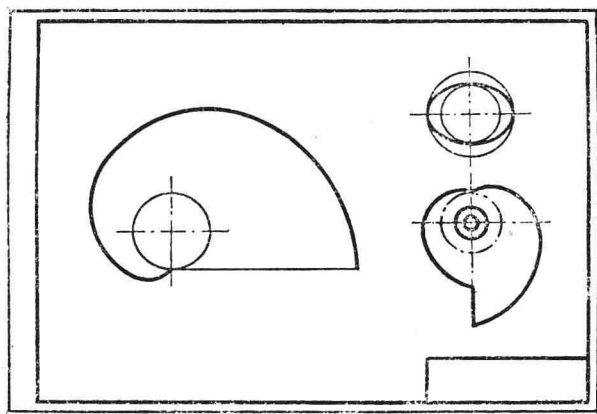

图 7. 图面布置
4. 要设法计算图形的最大外形尺寸, 以便正确地布置在图纸上(参图 7);